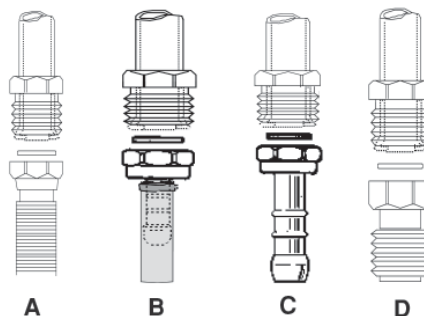

Рисунок 11
• СОЕДИНЕНИЕ С ГИБКОЙ МЕТАЛЛИЧЕСКОЙ ТРУБОЙ (А НА РИС. 11)
• СОЕДИНЕНИЕ С РЕЗИНОВЫМ ШЛАНГОМ (В И С НА РИС. 11)